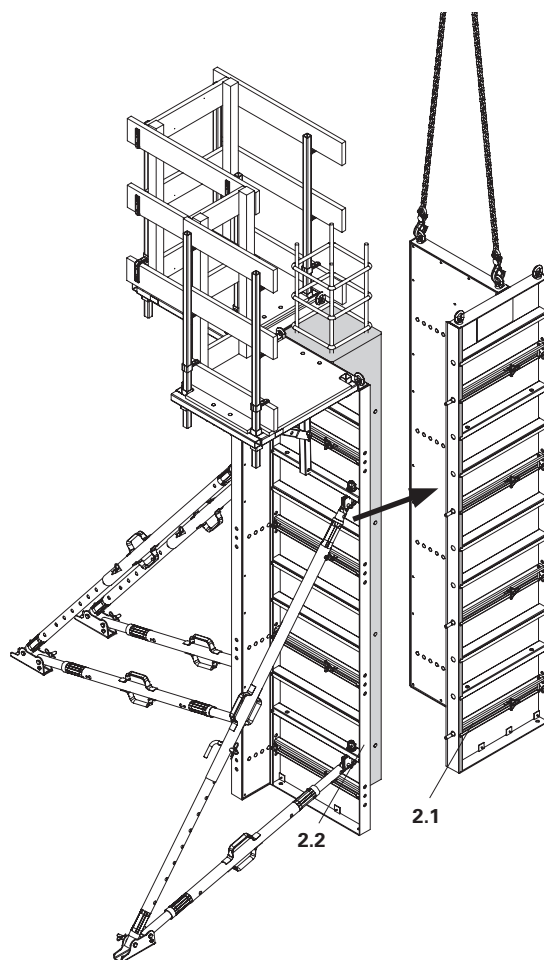

Fig. C3.01
3. Staccare la metà di cassaforma dal pilastro e depositarla in attesa della pulizia. (Fig. C3.01)
3. Staccare la metà di cassaforma dal pilastro e appoggiarla in attesa della pulizia. (Fig. C3.01)